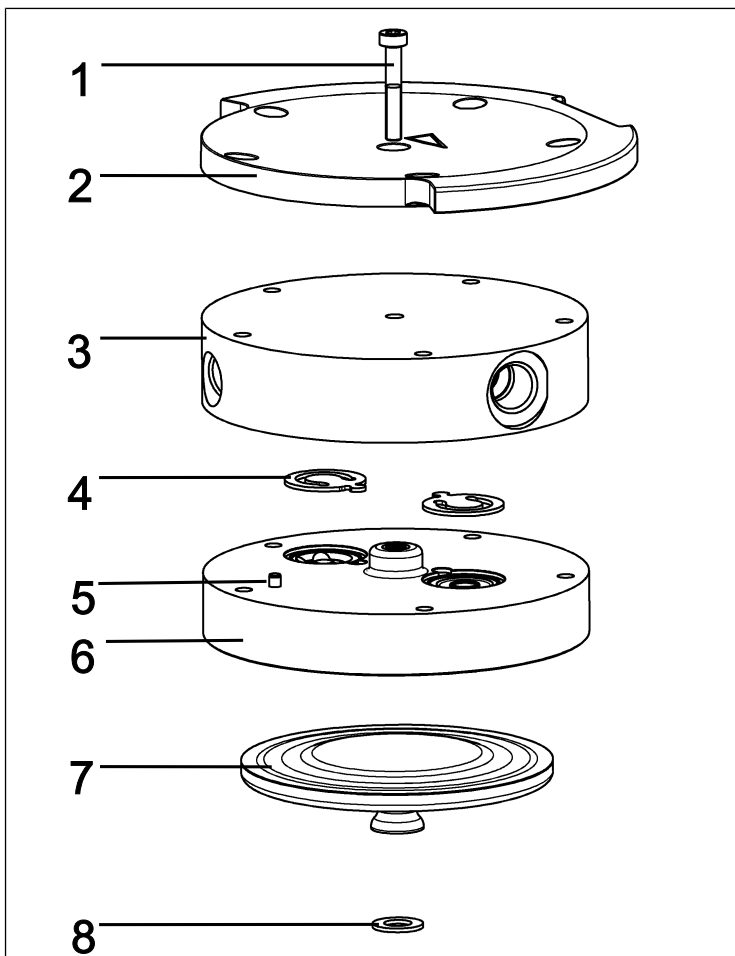

Fig.26: Cabezal de la bomba (bomba mostrada N820)
**i** Los dos tornillos con cabeza interiores (1/ Fig. 26) permanecen aún apretados.
**i** Los siguientes números de posición se refieren a Fig. 26, a no ser que se indique otra cosa.
1. Hacer una marca continua con un lápiz en la placa de presión (2), la tapa del cabezal (3) y la placa intermedia (6). Esto evita el montaje posterior incorrecto de las piezas.